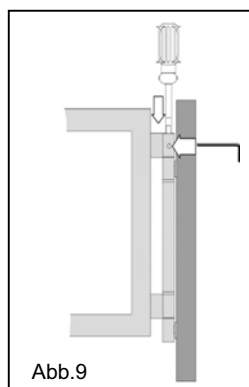

Abb.9
- festhalten und gleichzeitig die Feststellschraube wieder anziehen (Abb.9)